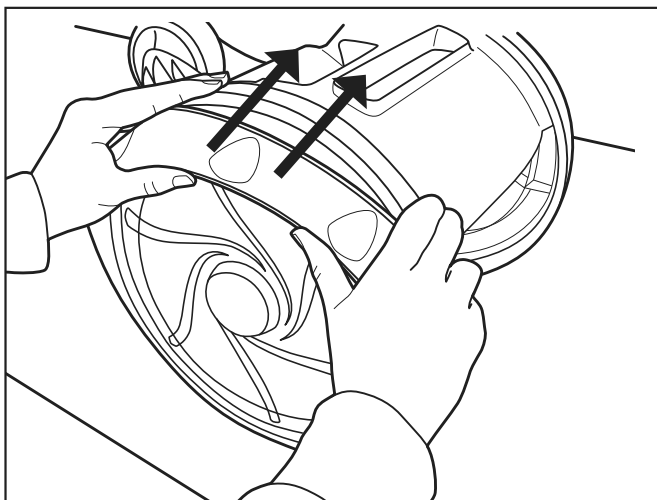

Figure 20. Pousser le pneu sur la roue
4. Pousser la bande du pneu sur la roue, puis ajuster le pneu sur la roue, tel qu'il est illustré à la Figure 20.